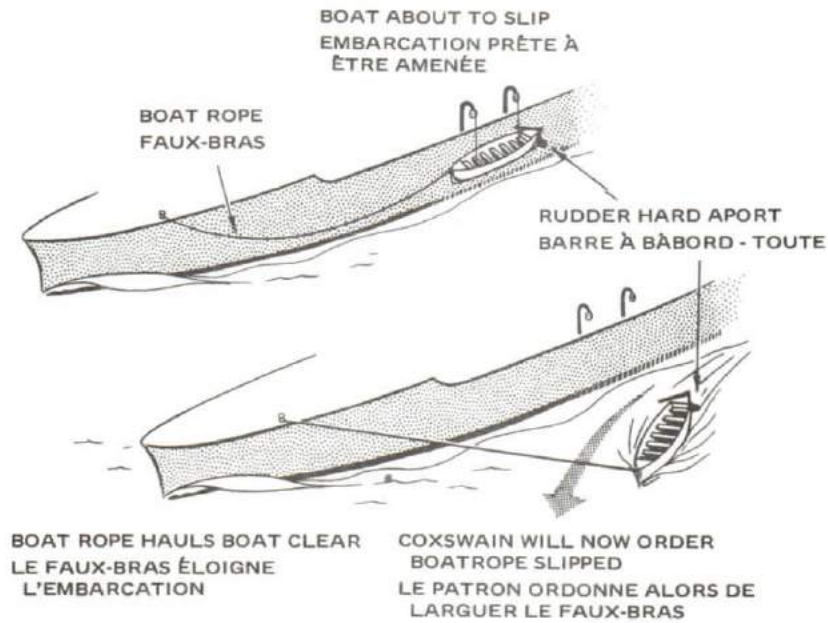

Figure 12-18
4. This rope is called the boat rope, and it has a number of other useful purposes. If the ship is moving when the boat is slipped, the coxswain of the boat may steer the boat away from the ship's side allowing the boat rope to tow him until he is well clear. See Figure 12-18.
4. Ce cordage, qui s'appelle faux-bras, rend d'autres services utiles. Si le navire a de l'erre pendant qu'on largue l'embarcation, le patron de cette dernière peut la gouverner de manière qu'elle s'éloigne du flanc du navire, puis le patron se laissera remorquer par le faux-bras jusqu'à ce qu'il soit suffisamment éloigné (voir la figure 12-18).